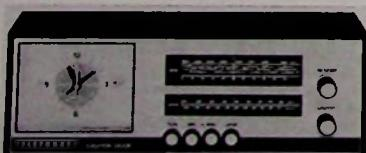

Bild 1. Mono-Heimempfänger „caprice clock“ (AEG-Telefunken)
Das Mono-Heimgeräte-Angebot wurde um das Modell „caprice clock 101“ (Bild 1) erweitert. Es enthält einen Transistorsuper mit zwei Bereichen (UM), eisenloser Gegenakt-Endstufe, geregelter AM-Vorstufe und UKW-Scharfabbestimmung. Die eingebaute Synchronuhr bietet Einschlafabschalt- und Weckautomatik.